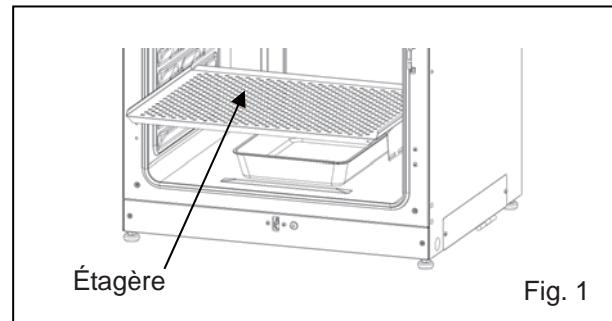

Fig. 1
2. Ouvrez les portes intérieure et extérieure et retirez toutes les étagères (Fig. 1).